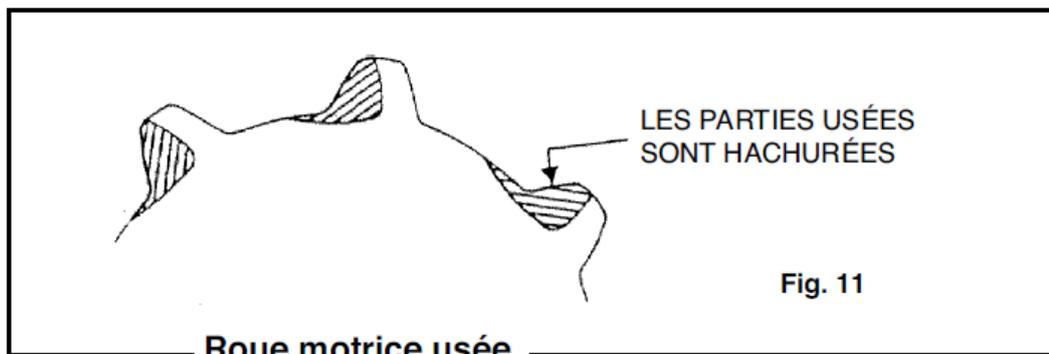

Fig. 11
- tourner l'interrupteur placé sur le moteur soit en position « OFF »(fig. 11, n. 1).